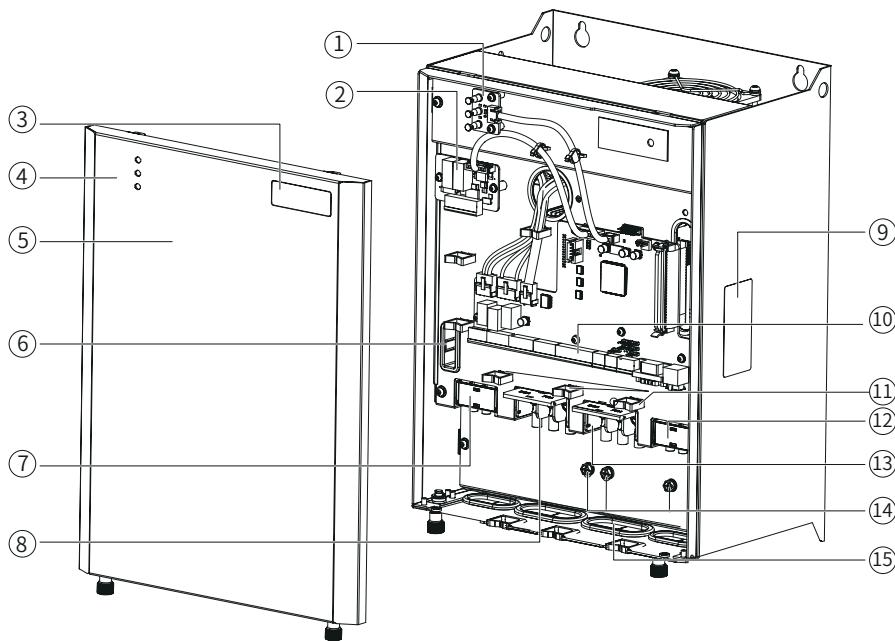
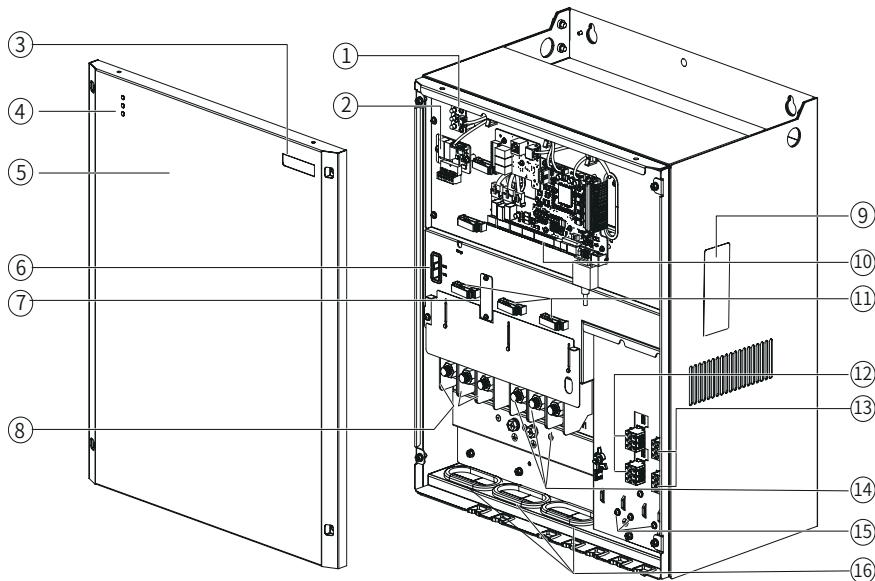

图 1-2 部件示意图【CP700-4T18.5-H~CP700-4T22-H】
图 1-3 部件示意图【CP700-4T110-H~CP700-4T132-H】
①	LED 灯板	⑨	铭牌
②	STO 卡 (选配)	⑩	控制回路端口
③	Logo	⑪	束线支架
④	指示灯	⑫	变频风机端子
⑤	盖板	⑬	工频风机端子
⑥	EMC 螺钉 / 压敏电阻选择接地端子	⑭	主机输出端子
⑦	母线测量端子 Note	⑮	接地端子
⑧	输入端子	⑯	护线圈
- 图 1-2 是以 CP700-4T18.5-H~CP700-4T22-H 机型为例介绍 90kW 及以下功率段产品部件, 图 1-3 是以 CP700-4T110-H~CP700-4T132-H 机型为例介绍 110kW 及以上功率段产品部件。其他功率机型部件说明请以实物为准。